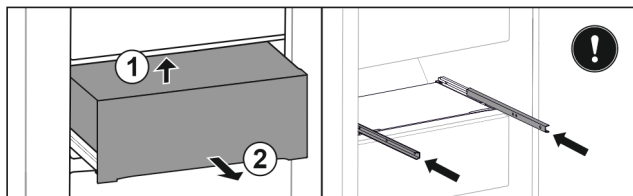

Fig. 124
- Løft skuffen nedenfra på baksiden. Fig. 124 (1)
- Ta ut skuffen framover. Fig. 124 (2)